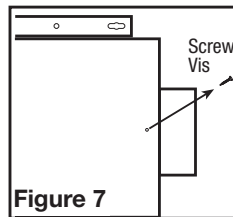

Figure 7
1. Determine the CFM required. The unit can be set for 50 CFM or 80 CFM. Remove the screw securing the access panel cover in place and open the cover to gain access. Locate the speed control panel inside the unit (**Figure 7**).
1. Déterminez le PCM requis. L'unité peut être réglée sur 50 PCM ou 80 PCM. Retirez la vis qui retient le couvercle du panneau d'accès et ouvrez le couvercle pour y accéder. Localisez le panneau de contrôle de vitesse à l'intérieur de l'unité (**Figure 7**).